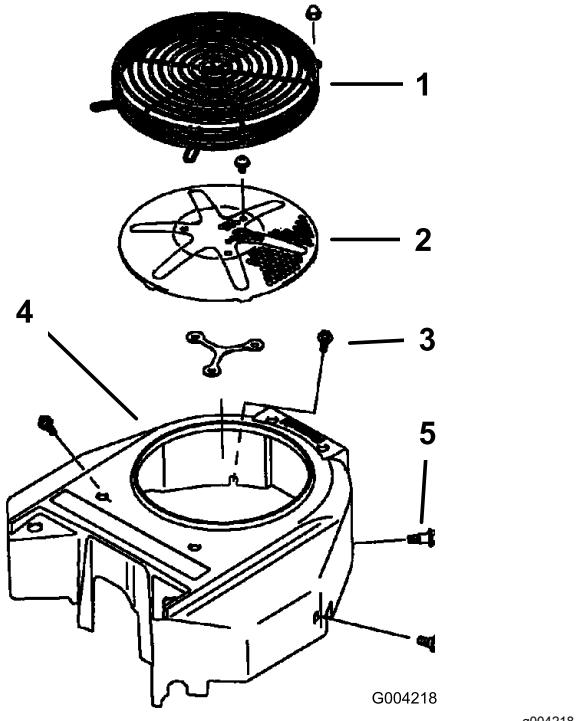

Figure 70
3. Déposez la grille d'entrée d'air, le lanceur et le carter du ventilateur (**Figure 70**).
5. Remettez la grille d'entrée d'air, le lanceur et le carter du ventilateur (**Figure 70**).